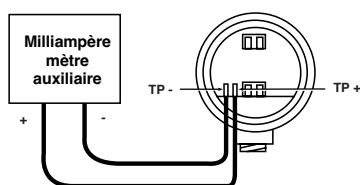

Figure 7
3. Raccorder le pôle positif du milliampèremètre auxiliaire au point de test 1 et son pôle négatif au point de test 2. Voir **Figure 7**.